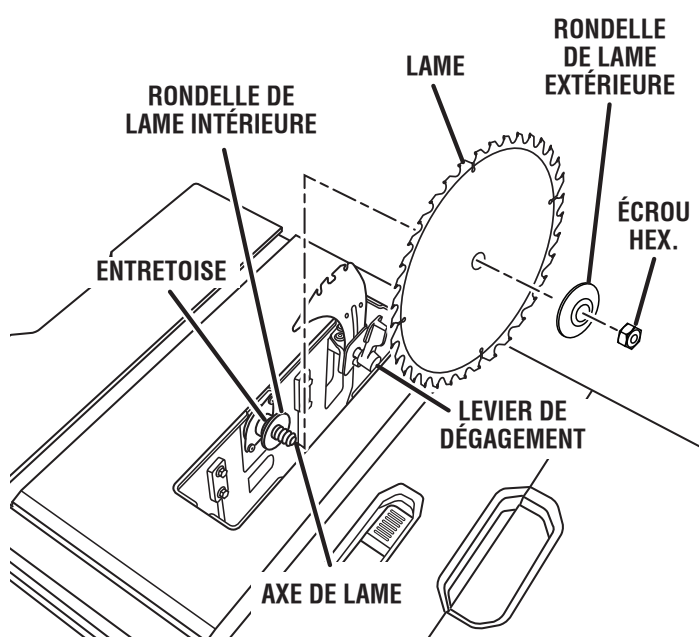

Fig. 48
- Retirer écrou de lame, rondelle de la lame intérieure, lame de scie, rondelle de la lame intérieure et entretoise (*voir la figure 48*).